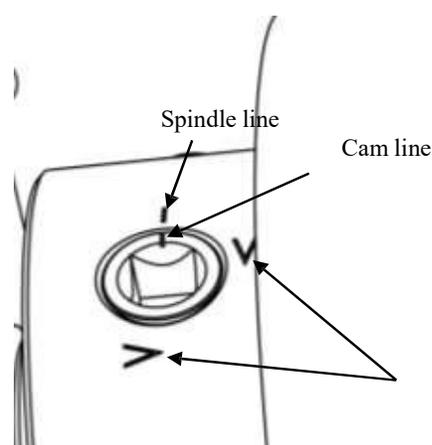

Figure 8 .
2. Bien regarder la composition de la **Figure 8**.